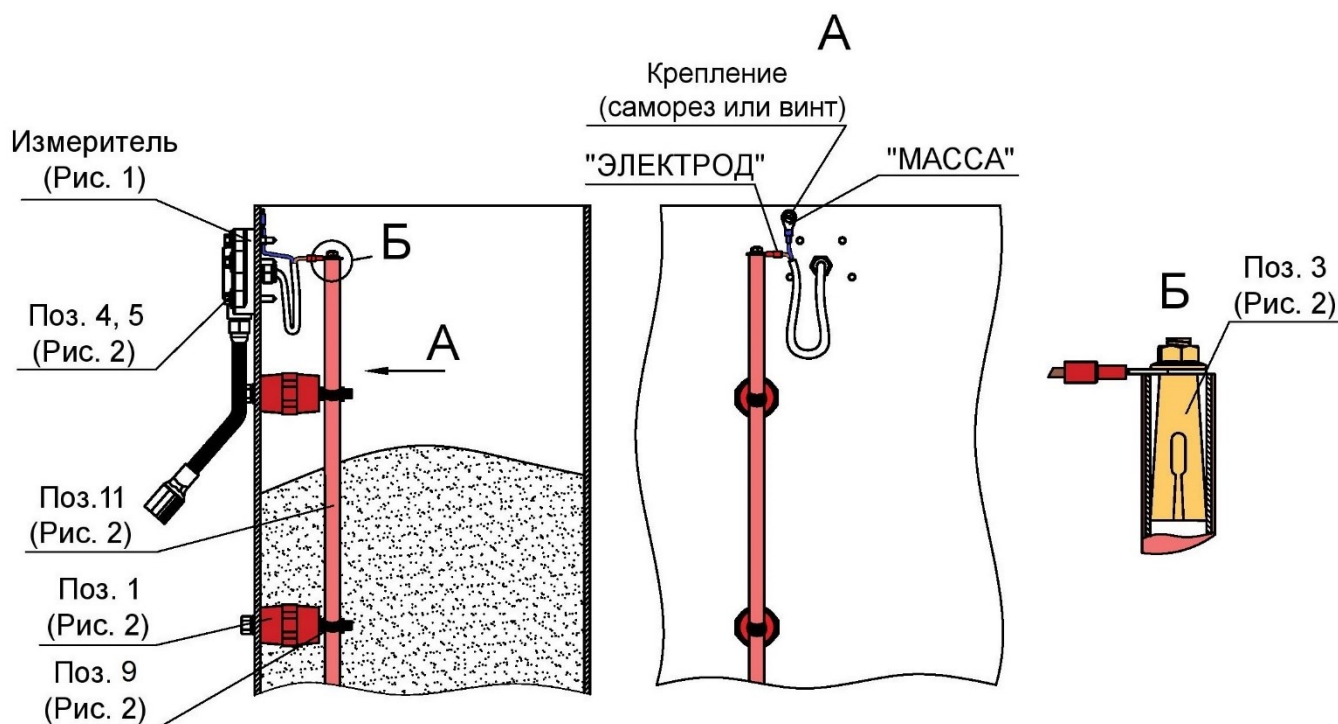

Рис. 11. Установка датчика в металлическом бункере
1. Выбрать место для монтажа (**Рис. 11**), при этом: